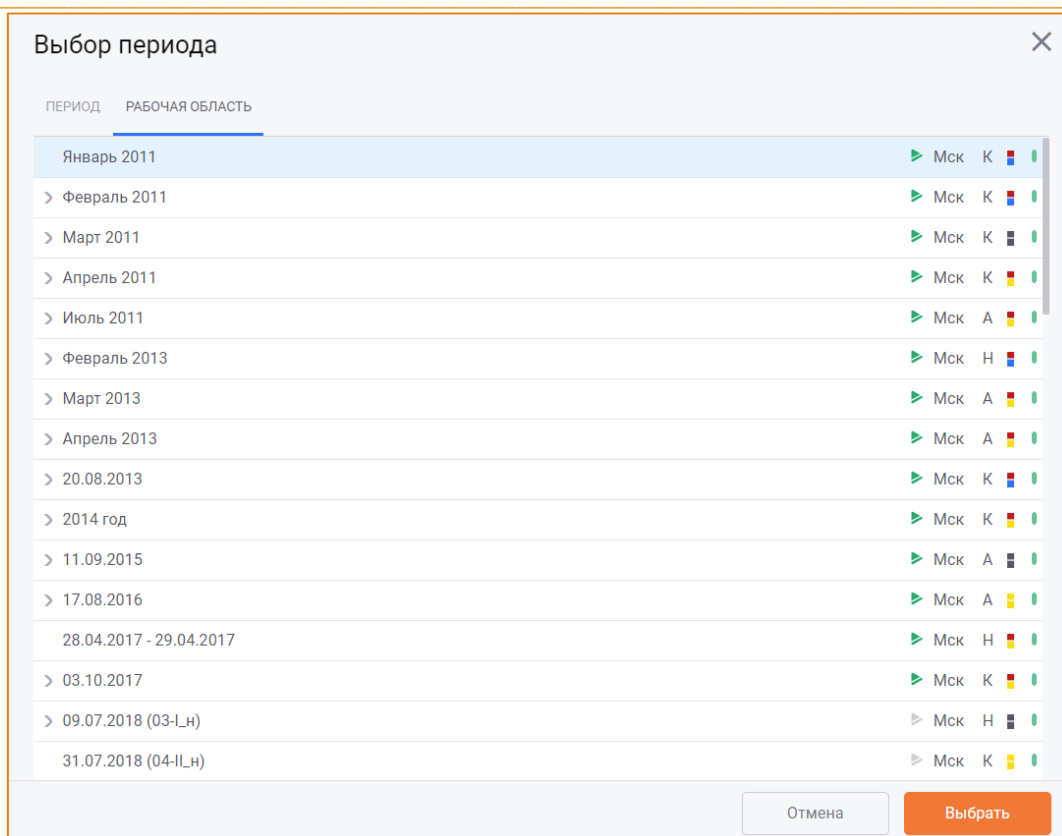

Рис. 127 – Окно «Выбор периода», вкладка «Рабочая область»
- Рабочая область** – для отображения дерева периодов, добавленных в Рабочую область, которая открыта у пользователя (Рис. 127).